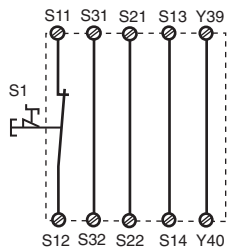

Fig. 2: Circuito de entrada monocal, automat. rearme/Circuito di entrata monocale, start automat./Eenkanalig ingangscircuit, automatische start
En las fig. 2... a fig. 10 se presentan ejemplos de conexionado posibles; paro de emergencia. Los cortocircuitos a través del paro de emergencia también son detectados. Por favor tenga en cuenta:
- Fig. 2 y 7: S33-S34 **no** conectado
In fig. 2 ... fig. 10 sono riportati degli esempi di collegamento per il cablaggio di arresto d'emergenza con start automatico e manuale, per il comando delle porte di sicurezza, nonché per la moltiplicazione dei contatti mediante relè esterni. Nota bene:
- Fig. 2 e 7: **nessun** collegamento S33-S34
In fig. 2 ... 10 worden aansluitvoorbeelden gegeven van noodstop-schakelingen met automatische en bewaakte start, hekbewakingen en contactvermeerdering d.m.v. externe magneetschakelaars.
- Fig. 2 en 7: **geen** verbinding S33-S34